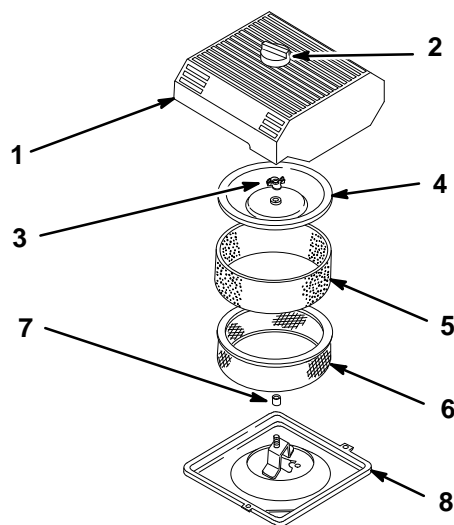

Figure 22
3. Nettoyer les abords du filtre à air pour éviter d'introduire dans le moteur des impuretés qui pourraient l'endommager. Décrocher les attaches et déposer le capot du filtre à air (Fig. 22).
4. Faire glisser délicatement l'élément en mousse pour le retirer de l'élément en papier (Fig. 22).
5. Dévisser l'écrou du couvercle et déposer le couvercle et l'élément en papier (Fig. 22).
1. Glisser délicatement l'élément de filtre en mousse sur l'élément en papier (Fig. 22).
2. Insérer l'ensemble de filtre à air et le couvercle sur la longue tige, puis serrer l'écrou à la main contre le couvercle (Fig. 22).
3. Replacer le capot du filtre à air et raccrocher les attaches de fermeture (Fig. 22).